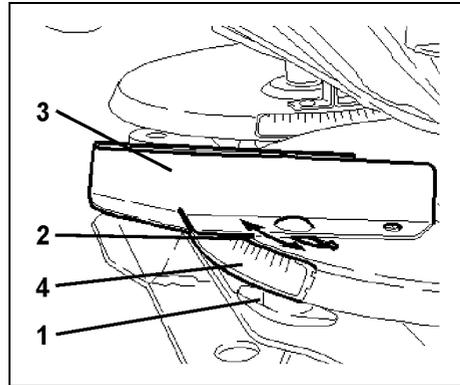

Fig. 40
- Flügelmutter der langen Schaufel (Fig. 40/1) lösen (werkzeuglos).
- Ablesekante (Fig. 40/2) der langen Schaufel (Fig. 40/3) auf den Wert "40" der Skala (Fig. 40/4) schwenken.
- Flügelmutter (Fig. 40/1) wieder fest anziehen.